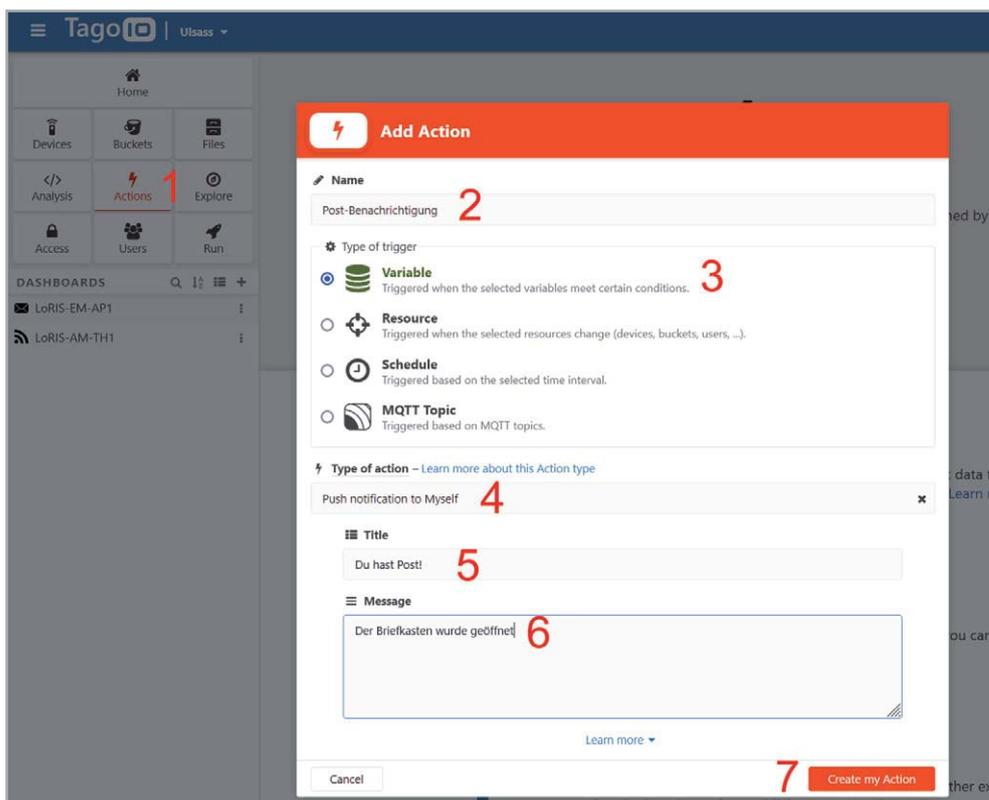

Bild 17: Erzeugen der Action
Schließlich definiert man einen Titel (5) und die Nachricht an sich (6). Anschließend erzeugt man mit Create my Action (7) den neuen Eintrag (Bild 17).